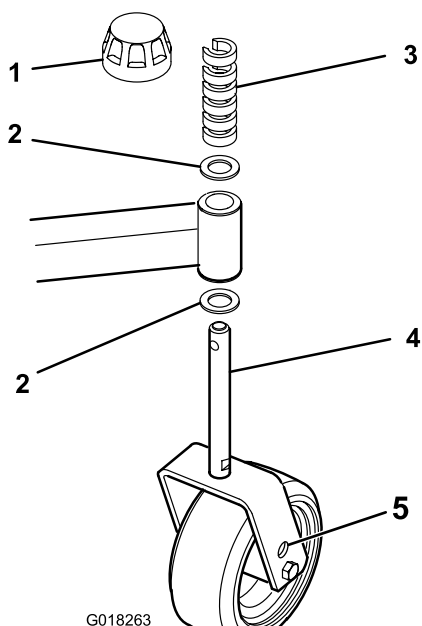

Figure 9
2. Placez les essieux des roues pivotantes dans les mêmes trous sur toutes les fourches. Pour choisir les trous corrects pour la hauteur de coupe requise, reportez-vous à Figure 7, Figure 8 et Figure 9.
1. Enlevez le chapeau de tension de l'axe de pivot (Figure 9)